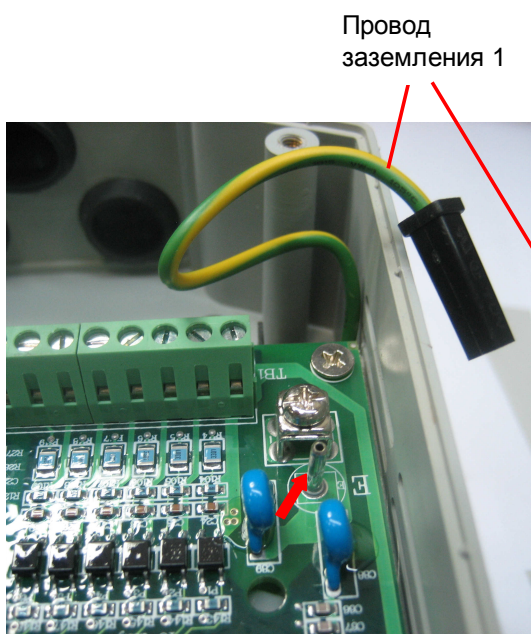

Рис. 6.5
6.4.2. Отсоединить провод заземления 1 от контакта Е на плате ЦП (рис. 6.5).